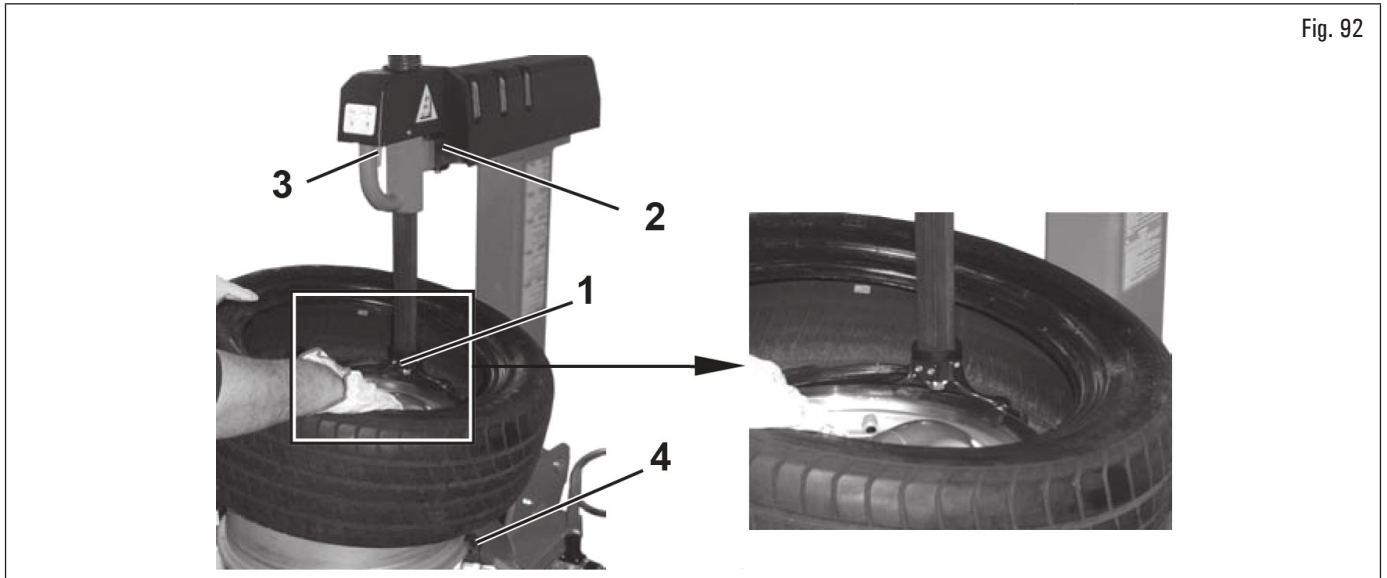

Fig. 92
5. positionner la tête outil (Fig. 92 réf. 1) contre le bord de la jante et bloquer le bras opérant (Fig. 92 réf. 2) ;
Si le montage concerne la roue précédemment démontée, ou, dans tous les cas, en cas d'intervention sur des roues avec jante de même dimension, il n'est pas nécessaire d'intervenir à chaque fois sur la poignée (Fig. 92 réf. 3) pour bloquer et débloquer, mais il suffit de repositionner le bras (Fig. 92 réf. 2).
6. guider le pneu avec les mains de façon que le talon passe sous la partie en forme d'onglet de la tête outil (Fig. 92 réf. 1) et à l'extérieur de son bord d'appui (voir Fig. 92 pour le talon inférieur) ;
7. tourner le mandrin (Fig. 92 réf. 4) dans le sens des aiguilles d'une montre, en appuyant sur la pédale correspondante et en maintenant avec les mains le talon du pneu enfoncé dans la gorge interne de la jante ;